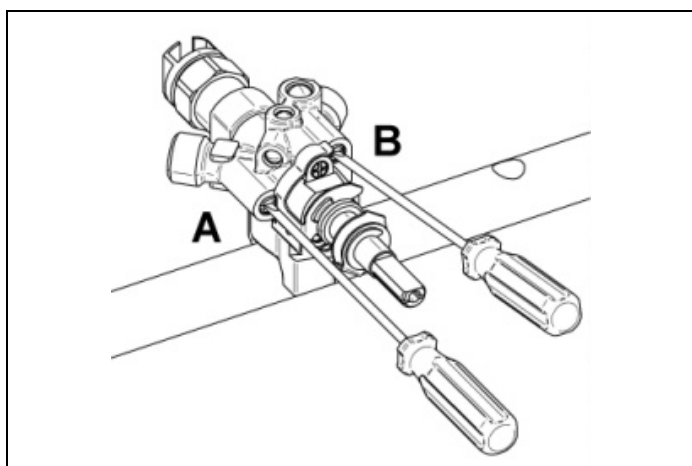

Fig. 15
- 4) Pour le robinet qui commande le brûleur Dual, les vis de réduction se trouvent sur le corps du robinet (Fig. 15 ), la vis A règle la couronne extérieure alors que la vis B règle la vis intérieure.